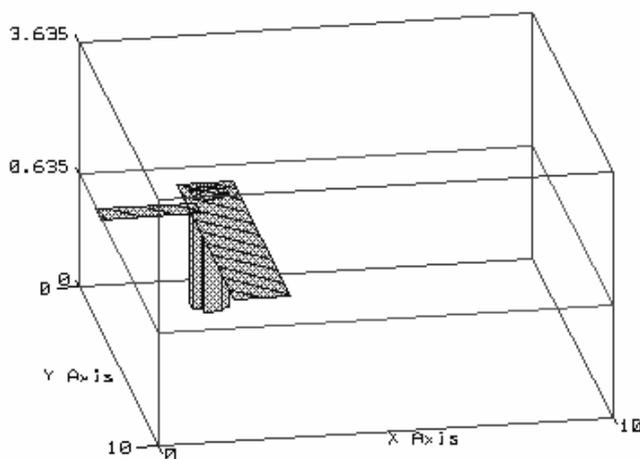

Рис. 4.11
1. Выберите **View > 3D View** (Просмотр > 3-х мерный) в выпадающем меню или нажмите значок **3D View**  на панели инструментов. На рабочем поле появится трёхмерное изображение, как показано на рис. 4.11.